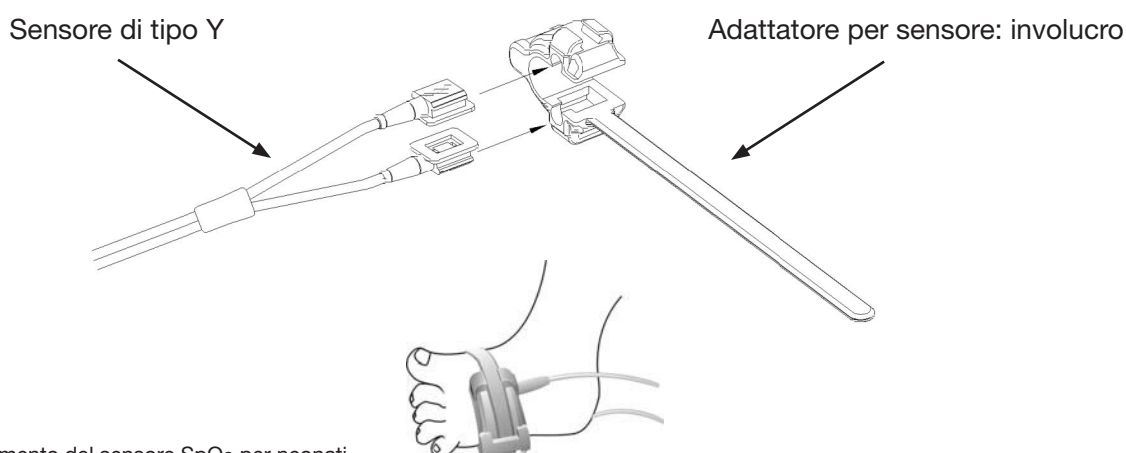

Figura 3.10 Posizionamento del sensore SpO₂ per neonati
3. Il sensore SpO₂ per neonati va collegato come da figura 3.10.